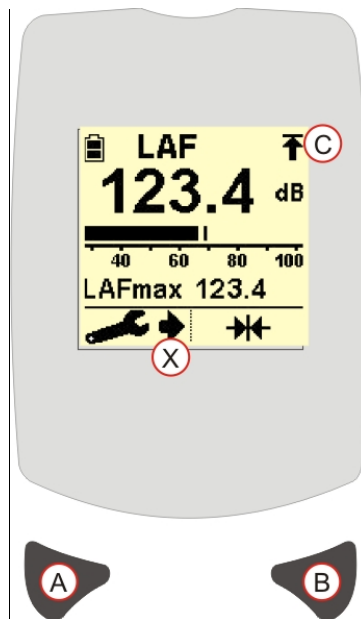

Рис. 7 Настройка прибора
1. Доступ к настройкам прибора осуществляется через Меню измерений (см. Рис. 7).
Особое внимание следует уделять диапазону измерений, при выборе которого необходимо учитывать уровень шума в среде измерений. Убедитесь в том, что уровень шума не превышает максимальные допустимые диапазоны. Появление Индикатора превышения диапазона () указывает на неправильно выбранный диапазон измерений (см. Рис. 7 [C]). Появление индикатора ‘--.dB’ говорит о том, что уровень шума в среде измерений ниже значений заданного диапазона.